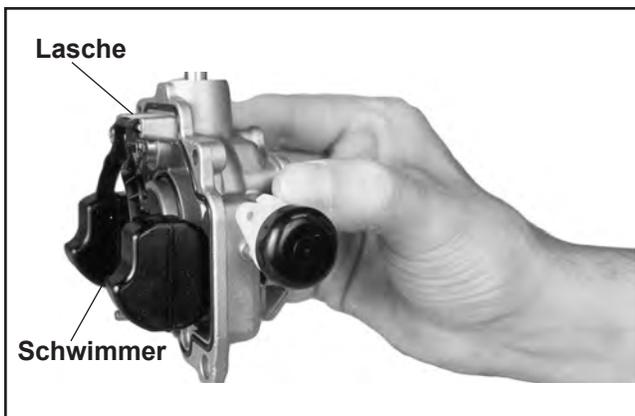

Abbildung 5-10. Einstellung des Schwimmers des Vergasers.
- Den oberen Gehäuseteil des Vergasers so halten, dass die Schwimmereinheit vertikal hängt und leicht auf der Kraftstoffeinnassnadel aufliegt. Die Kraftstoffeinnassnadel muss sich vollständig in Position befinden, das Nadelende darf jedoch nicht abgesenkt sein. Siehe Abbildung 5-10.